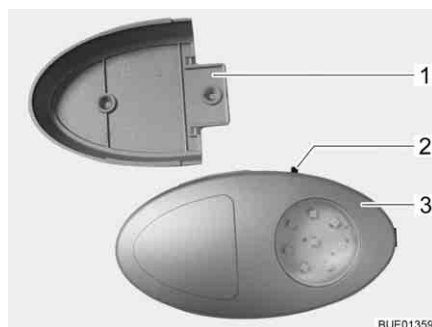

Bild 84 Klädskåpslampa
- ▷ Klädskåpslampan kan dras ut från skruvhållaren (Bild 84,1) och användas som ficklampa.
På-/av-brytaren (Bild 84,2) sitter direkt på klädskåpslampan (Bild 84,3).